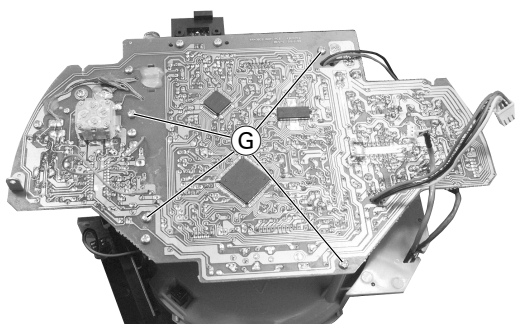

Fig. 6
- 4 Schrauben **G** (Fig. 6) herauserschrauben.
- Undo 4 screws **G** (Fig. 6).